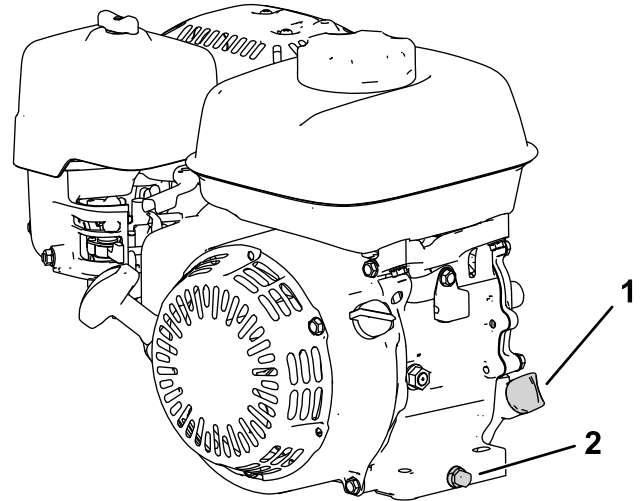

Figura 29
2. Coloque la máquina con el motor nivelado, y limpie la zona alrededor del tubo de llenado de aceite (Figura 29).
3. Retire el tapón de vaciado, la arandela y la varilla (Figura 29).